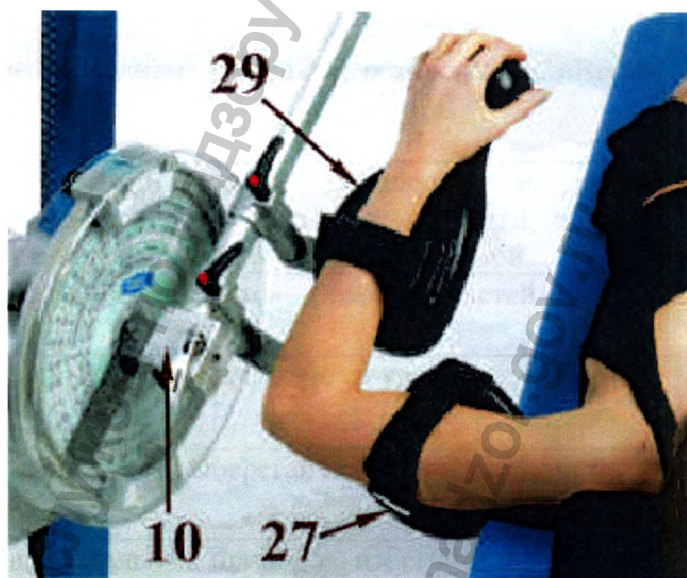

Рис. 20
- ☐ ☐ Подкатите аппарат к пациенту и расположите конечность пациента на пластиковых опорах (27) и (29) аппарата. При этом локтевой сустав пациента должен быть согнут под углом 90°. Опора (27) должна находиться ориентировочно по центру руки, а опора (29), поддерживающая предплечье, должна быть отрегулирована таким образом, чтобы кисть пациента покоилась на центре выступающей части опоры (29) (Рис. 20).